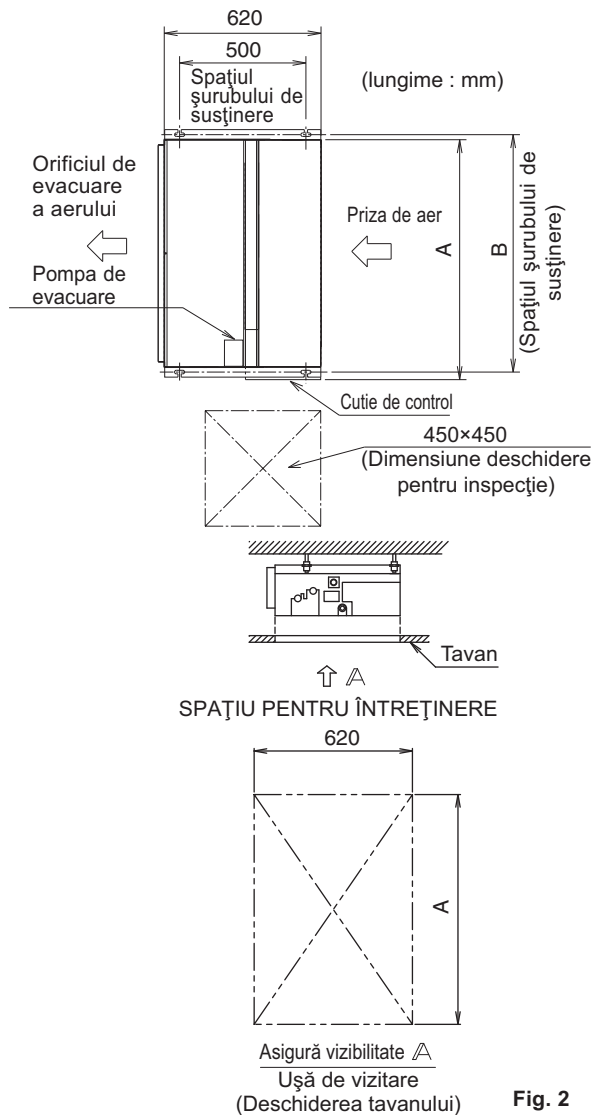

Fig. 2
(1) Confirmați relația pozițiilor între unitate și șuruburile de susținere. (Consultați Fig. 2)